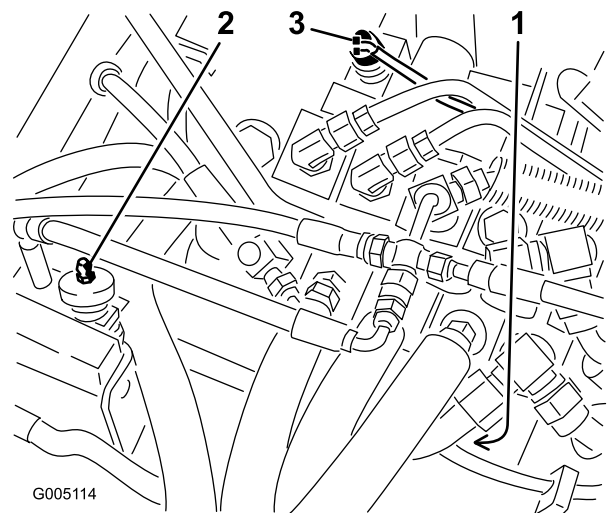

図 39
2. シートスイッチ（図 39）のボタンに付いているゴム製カバーを取る；このカバーは新しいスイッチに取り付けるので捨てないで置く。スイッチの電気コネクタを外す。
2. セレクタ・バルブ・セクションのバルブ・バンク・ボンネットに取り付けてあるトラクション・スイッチの端子からコネクタを引き抜く（図 39）。
2. バルブ・バンク・ボンネットに取り付けてある芝刈り/昇降スイッチの端子からコネクタを引き抜く（図 39）。